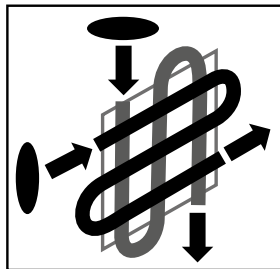

Рис. 5
10. Ведение изделия вдоль окрашиваемой поверхности осуществляйте непрерывной зигзагообразной линией в направлении, соответствующем установленному факелу: горизонтально - при вертикальном факеле; вертикально – при горизонтальном (Рис. 5);
16. Выключайте изделие только выключателем (1). Не выключайте, просто отсоединяя кабель от сети (вынимая вилку из розетки).